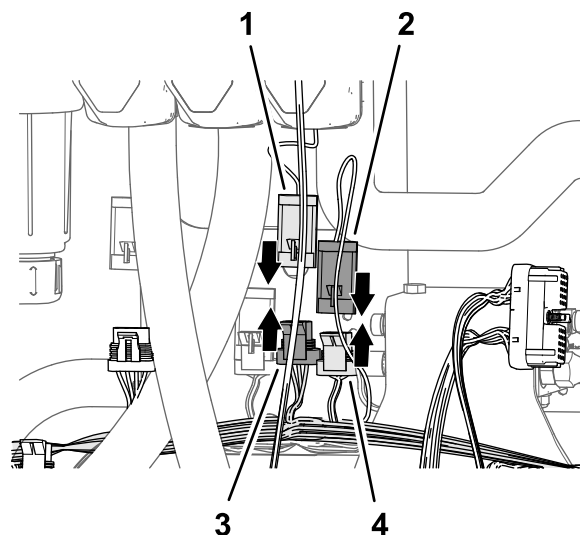

图88
2. 将标有主阀的 89cm 套件线束支管的 3 针接头接入标有主喷洒阀的机器线束 3 插槽接头图88。
3. 将主喷洒阀致动器的 3 针接头接入标有主阀的 89cm 套件线束支管的 3 插槽接头图88。